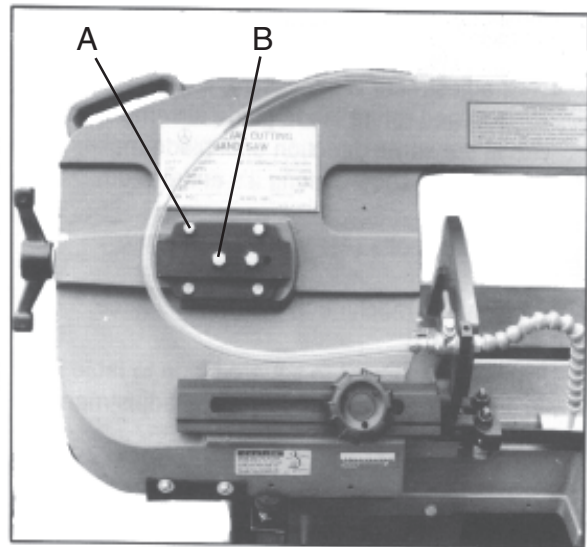

Fig. 13
5. Die Schrauben (A, Fig. 13) lösen.
6. Die Einstellschraube (B) so verstellen, bis der Sägebandrücken sauber auf dem Bandradanschlag läuft.
7. Bei korrektem Bandlauf die Schrauben (A) wieder festziehen.